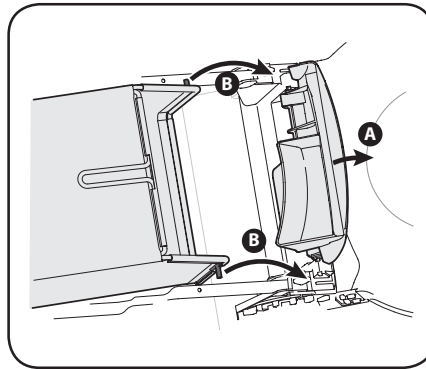

Figura 2-9
- Siga los pasos a continuación para ensamblar el colector de césped. Vea la Figura 2-9..